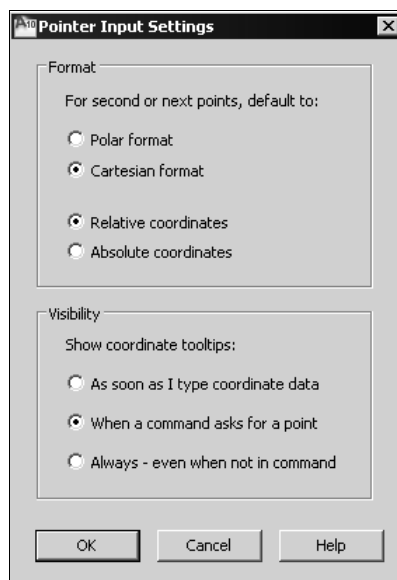

Рис. 3.17. Диалоговое окно для настройки формата и изображения курсорного ввода
3. Вызовите диалоговое окне **Pointer Input Settings** (Параметры ввода с помощью мыши) (рис. 3.17) щелчком кнопки **Settings** (Настройка) в области **Pointer Input** (Ввод с помощью мыши). Установите в этом окне следующие переключатели: